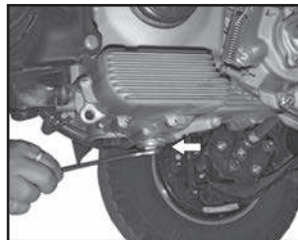

Fig. 20
- Retire el tapón de drenaje del cárter y drene el aceite. (Consulte la **Fig. 20**)